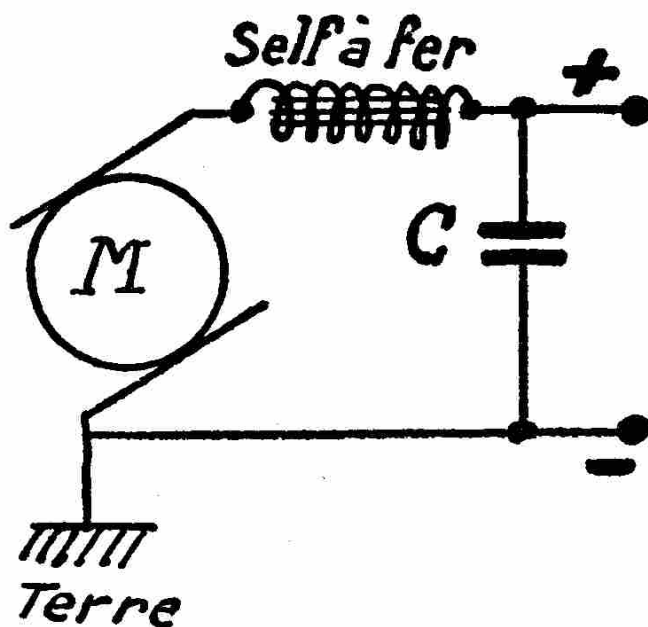

Fig. 106.
M. Veaux indique aussi les filtres plus complets constitués comme l'indique les figures 106 et 107 par l'adjonction d'une ou de deux selfs à fer, ces selfs doivent pouvoir laisser passer le courant normal de la machine, leur résistance doit être faible, donc obtenue avec un enroulement en fil de forte section pour qu'il n'y ait pas échauffement.